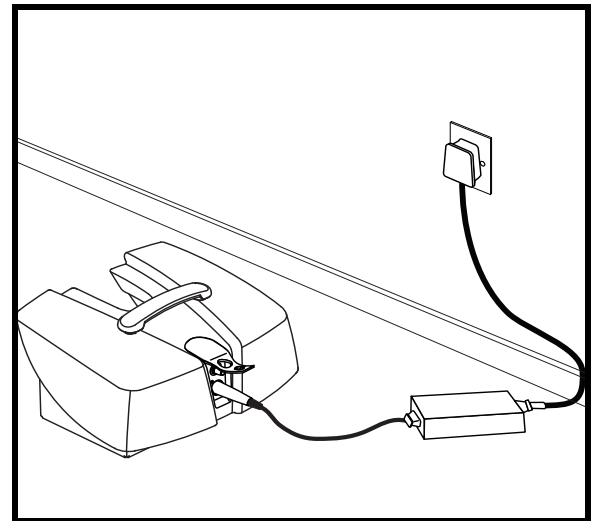

Abb. 22. Aufladen der Batterien (Batteriebox entfernt)
2. Stellen Sie die Batteriebox in die Nähe einer Wandsteckdose. **Siehe Abb. 22.**